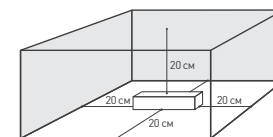
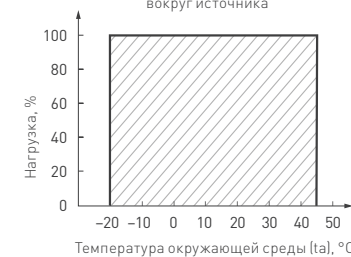

Рис. 4. Свободное пространство вокруг источника
Рис. 5. Максимальная допустимая нагрузка, % от мощности источника
- 4.3. Для естественной вентиляции обеспечьте не менее 20 см свободного пространства вокруг источника питания, как изображено на рис. 4. Если обеспечить свободное пространство невозможно — используйте принудительную вентиляцию. В случае установки в ограниченном пространстве (например, лайтбокс или профиль) предусмотрите обеспечение требуемого температурного режима источника питания согласно рис. 5.
- 4.4. Не нагружайте источник питания более чем на 80% от его максимальной мощности. Учитывайте, что с повышением температуры окружающей среды максимальная мощность источника питания снижается, см. график зависимости на рис. 5.